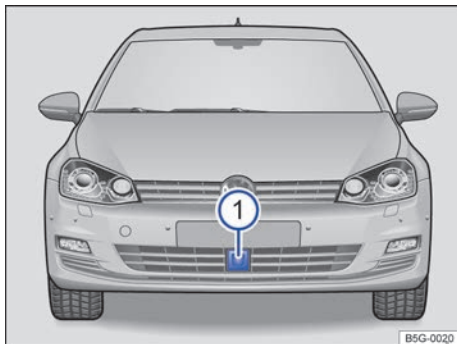

图 140 前保险杠上：雷达传感器
雷达传感器安装在前保险杠上 ⇒ 图 140 ①，用于监测交通状况，可探测距本车约 120m 范围内的前方车辆行驶状况。